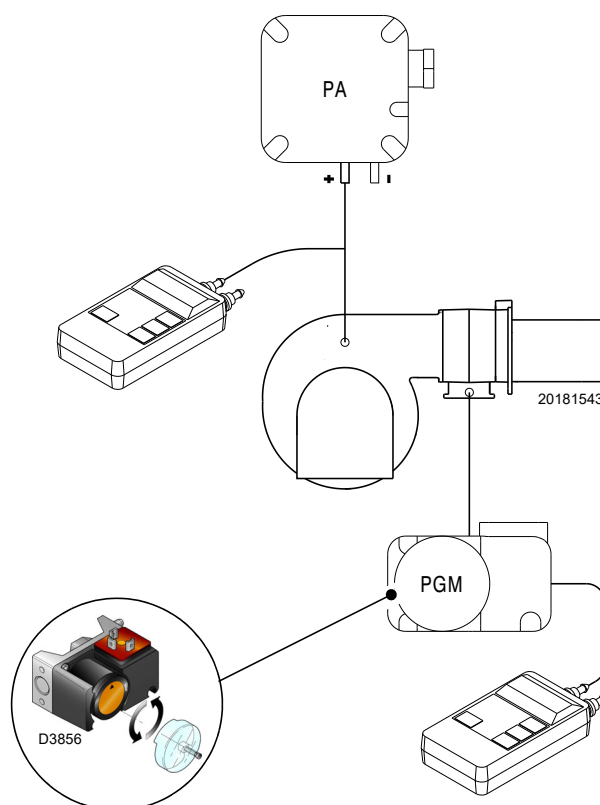

Abb. 34
- Regeln Sie den Maximal-Gasdruckwächter (Abb. 34 auf Seite 33) auf das Skalenende.
Die Einstellung des Maximal-Gasdruckwächters ausführen (Abb. 34), nachdem alle anderen Einstellungen des Brenners bei auf das Skalenende eingestellten Maximal-Gasdruckwächter vorgenommen wurden.